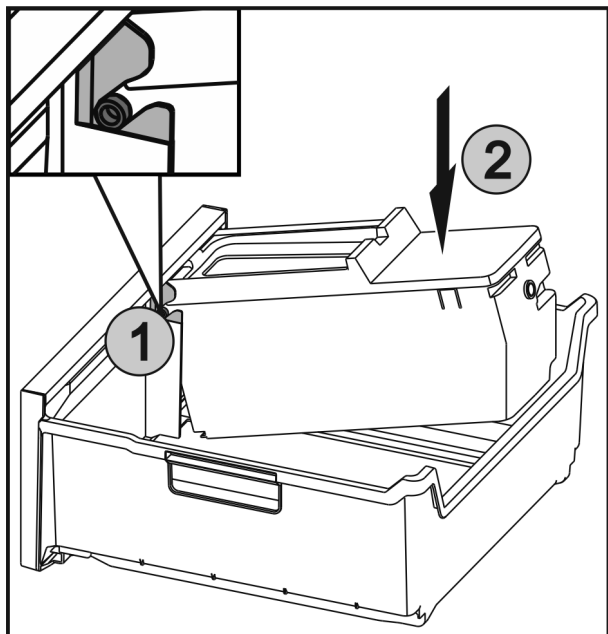

Fig. 59
- ▶ Osie Fig. 59 (1) na EasyTwist-Ice wsunąć w prowadnicę, a tylną stroną wcisnąć, Fig. 59 (2) aż nakładka się zazębi.